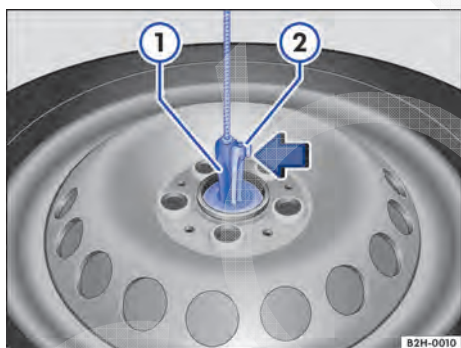
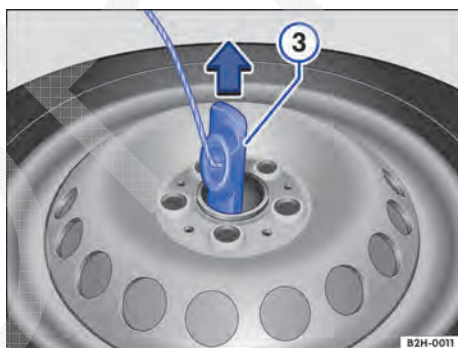

Fig. 153 Soltar o suporte do aro.
Fig. 154 Puxar o suporte do aro do orifício do aro.
- Pressionar o elemento de fixação \Rightarrow Fig. 153 (seta) do arrastador para baixo através do suporte do aro \Rightarrow Fig. 154 .